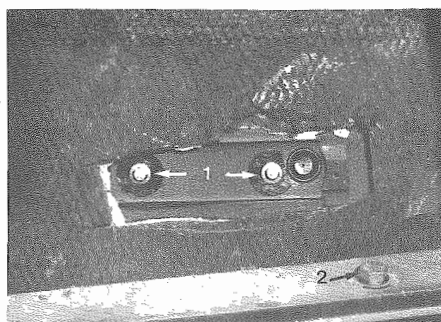

Fig. 8 - 1 - Viti fissaggio terminali paraurti
- Allentare ed estrarre le viti di fissaggio dei terminali laterali paraurti (**Fig. 8**).
- Per smontare le staffe di fissaggio del paraurti o gli assorbitori di energia (versione USA) allentare ed estrarre le viti di fissaggio (**Fig. 8**), dopo avere staccato il pannello posteriore e sollevato la moquette di rivestimento dei longheroni posteriori.
- Loosen and take out fixing screws of side bumper terminals (**Fig. 8**).
- To remove bumper brackets or energy absorbers (USA version) loosen and take out fixing screws (**Fig. 8**), once the rear panel has been removed and the rear members covering carpet lifted.
- Rimontare le rondelle di chiusura a sole e ricoprire nuovamente le viti di fissaggio terminali (**Fig. 8**) con sigillante tipo B 2 Adesivo.
- Refit slot washers and cover again the terminals fixing screws (**Fig. 8**) with sealing type B 2 Adhesive.